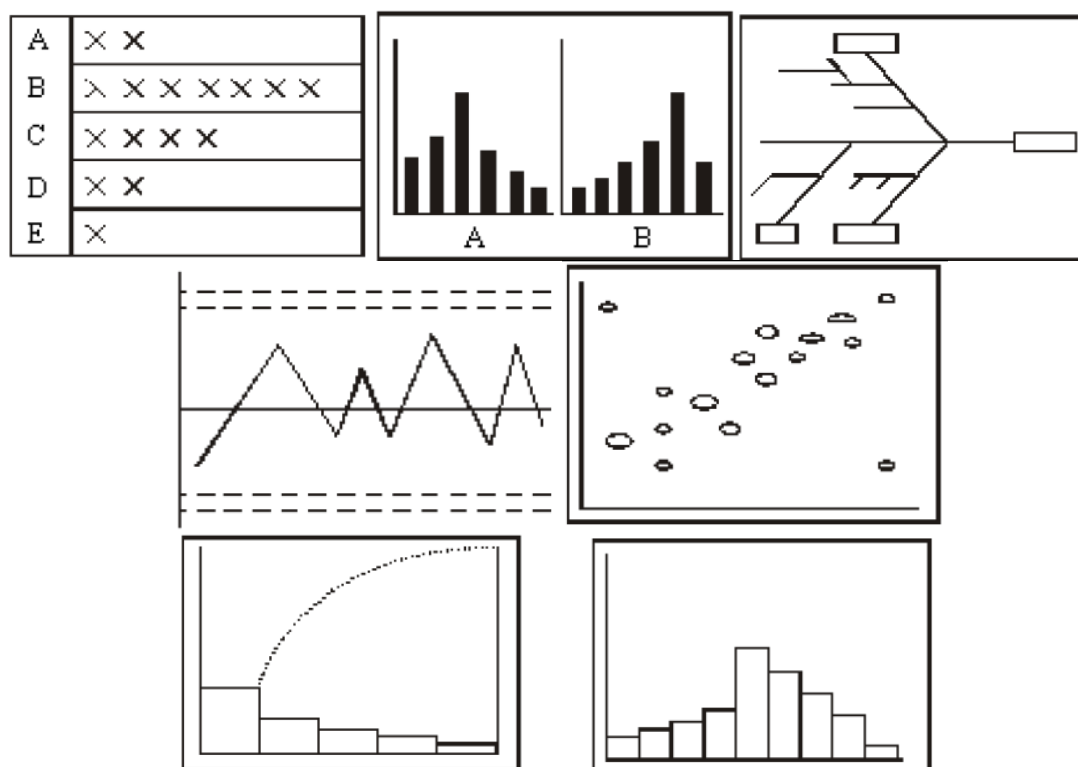

Рисунок 6.1 – Інструменти контролю якості
**1.** Вказати, якій із наведених схем інструментів контролю якості (рис.6.1) відповідає дане поняття: